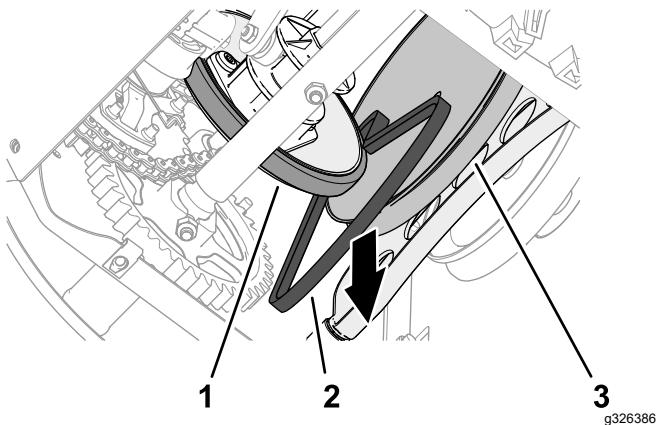

Figura 48
- Fate scorrere la cinghia di trazione tra la ruota di frizione e la puleggia di trazione e rimuovete la cinghia dalla macchina (Figura 48).